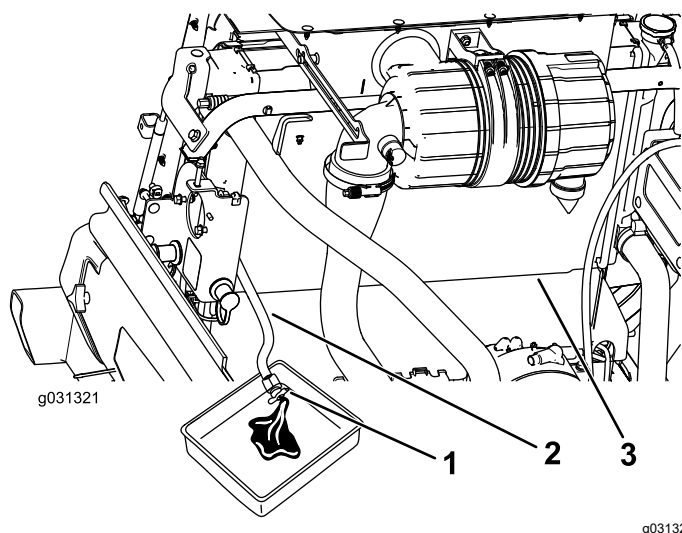

Рисунок 121
3. Поместив сливной шланг радиатора в сливной поддон, откройте сливной кран на шланге радиатора и слейте жидкость в сливной поддон (Рисунок 121).
4. Закройте кран на сливном шланге радиатора (Рисунок 121).